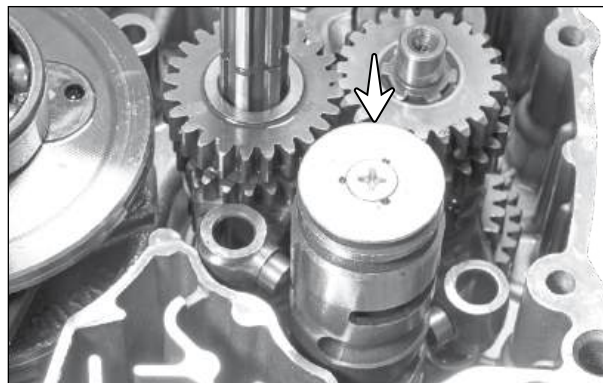

Fig. 3.136
- Remova o came do seletor de marchas (seta) do conjunto da carcaça do motor. (Fig. 3.136)